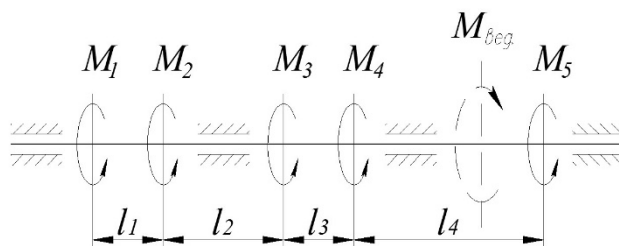

Рисунок 2.
1. Для гладкого вала (рис. 2), вращающегося с заданной угловой скоростью  $\omega$ , из условия прочности по заданным значениям нагрузочных моментов ( $M_i$ ) определить рациональное расположение ведущего шкива приводного двигателя и передаваемую им мощность ( $N_{вед}$ ), а также построить эпюру крутящих моментов, возникающих в поперечном сечении вала. (Под  $M_{вед}$  понимается уравнивающий момент ведущего шкива).